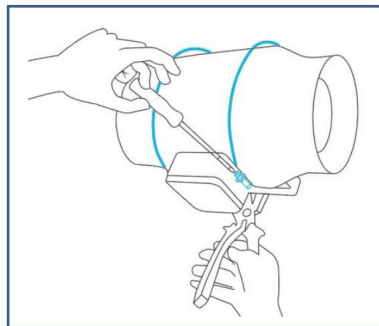

Fig. 10.
5) Sätt tillbaka metallringarna på flänsarna och dra åt skruvarna för att säkra fläkten. Seethe (Fig.10.)